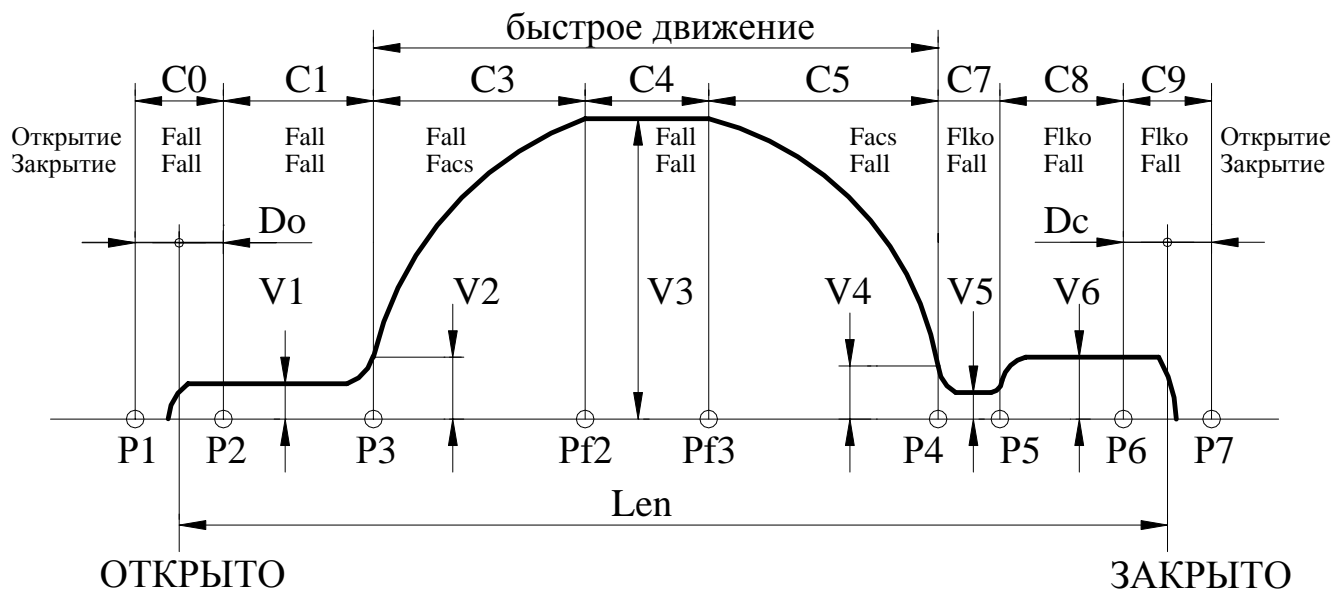

Рис.6. Траектория движения.
3.7.4.3. Если проем был уже промерен, то после синхронизации на 0, *Устройство* начинает двигаться по траектории, показанной на **рис.6**.
3.7.8.4. *Устройство* отрабатывает траекторию движения, показанную на **рис.6**, справа налево.
3.7.8.7. При **полном открытии**, когда *Устройство* определило наличие упора в зоне С0 (см. **рис.6**), размыкается СК ВКО. После этого *Устройство* переходит в режим одностороннего удержания.
- 3.7.9.4. *Устройство* обрабатывает траекторию движения, показанную на **рис.6**, слева направо.
- 3.7.9.7. При **полном закрытии**, когда *Устройство* определило наличие упора в зоне С9 (см. **рис.6**), размыкается СК ВКЗ. После этого *Устройство* переходит в режим одностороннего удержания.
- **E0L** – переезд зоны полного открытия (**C0**, **рис.6**) или полного закрытия (**C9**, **рис.6**). *Синхронизация* в этом случае выключается. Ошибка сбрасывается при смене кода направления вращения, но затем необходимо провести *синхронизацию* заново. При повторном неоднократном возникновении данной ошибки нужно провести **измерение проема**, если затем эта ошибка все равно будет возникать, необходимо проверить механику привода.
3.8.1. Рис.6, на котором показана траектория движения, отслеживаемая *Устройством*, поясняет назначение многих параметров, рассмотренных ниже. На рис.6 отображено также распределение сил на участках траектории отдельно при открытии и при закрытии (при переходе в режим удержания устанавливается соответствующая сила удержания).
- Если Var_sl=1, то точка препятствия запоминается и происходит замедление скорости движения при подходе к точке препятствия до Vbar. При отсутствии препятствия в том же месте, дальнейшее движение происходит по кривой, указанной на рис.6.
3.8.5.14. **Номер D** – C_vko (0-250, l=Ks мм) – дополнительное смещение точки P2(рис.6) для расширения диапазона удержания сигнала ВКО.
3.8.5.15. **Номер E** – C_vkz (0-250, l=Ks мм) – дополнительное смещение точки P6(рис.6) для расширения диапазона удержания сигнала ВКЗ.